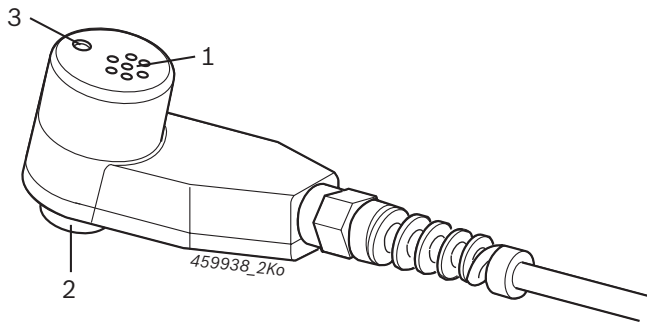

Fig. 2: Sensor combinado
! No BEA 030, BEA 055, BEA 060 ou BEA 065, é possível estabelecer uma ligação ao BEA 040 através do cabo de ligação 1 684 463 810 (acessórios especiais). Neste caso o BEA 040 é alimentado através do cabo de conexão 1 684 463 810 pelo BEA 030, BEA 055, BEA 060 ou BEA 065 e o alimentador (fig. 2, pos. 4) **não deve** ser conectado.